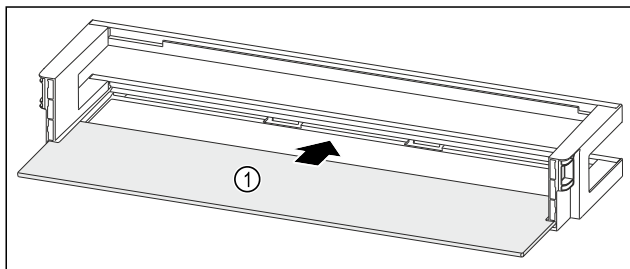

Fig. 182 Balconnet de contre-porte avec tablette de rangement
- Insérer la tablette de rangement Fig. 182 (1) dans les évidements latéraux.